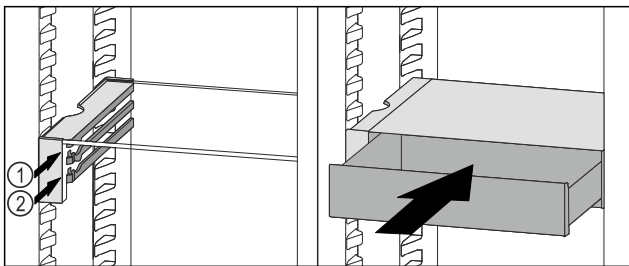

Fig. 155
- ▶ Установите выдвижной ящик VarioSafe за стопоры на требуемый выступ Fig. 155 (1) или Fig. 155 (2).